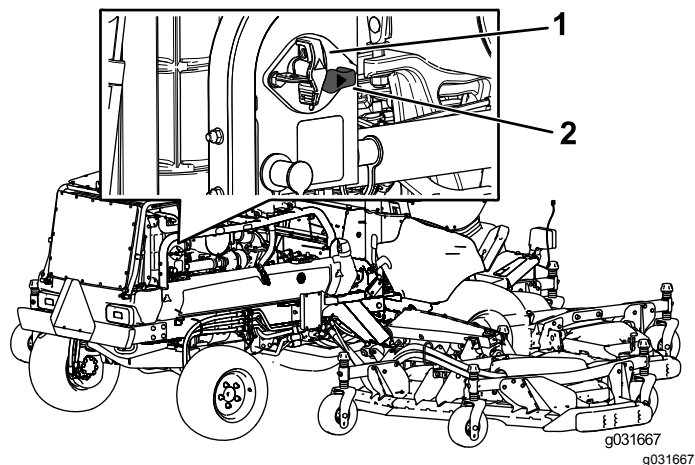

Figura 74
- Para energizar a máquina eletricamente, rode o interruptor de desligar a bateria no sentido dos ponteiros do relógio para a posição LIGAR (Figura 74).
- Para não energizar a máquina eletricamente, rode o interruptor de desligar a bateria no sentido contrário ao dos ponteiros do relógio para a posição DESLIGAR (Figura 74).